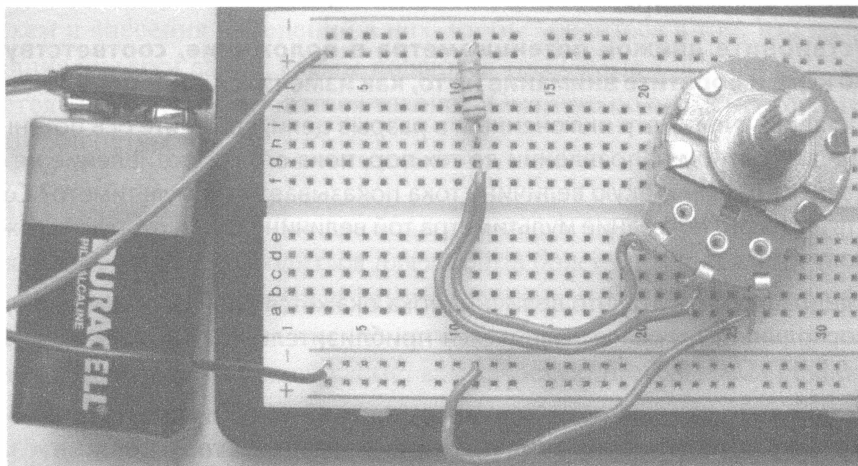

Рис. 6.5. Беспаячная макетная плата обеспечивает соединения между компонентами в этой простой последовательной цепи
3. Соберите схему, используя рис. 6.5 в качестве руководства к действию.